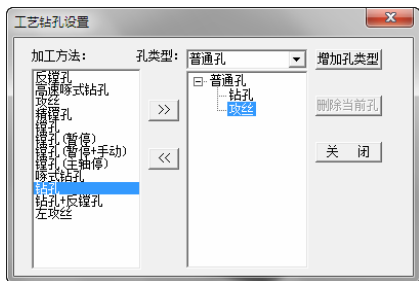

图 8-132 “工艺钻孔设置”对话框
1) 选择下拉菜单“加工”→“其他加工”→“工艺钻孔设置”命令, 弹出“工艺钻孔设置”对话框。在“加工方法”栏选择“钻孔”, 单击 >>> 按钮选中, 如图 8-132 所示。单击“关闭”按钮关闭对话框。